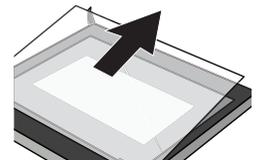

Figure 5
5. Poussez la vitre dans la position indiquée par la flèche sur la figure 5. Retirez doucement la vitre du cadre.